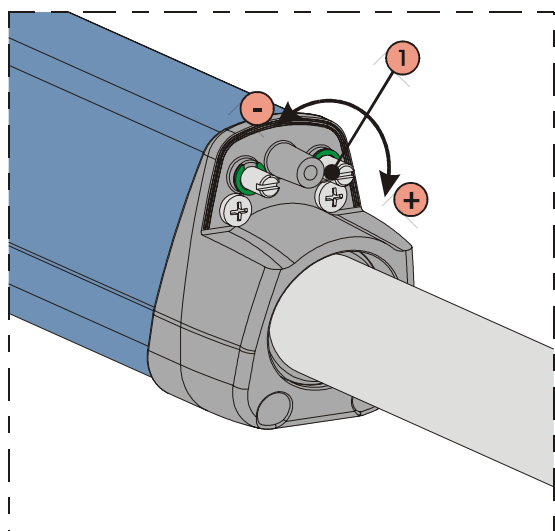

Fig. 20
- 2) Pour régler le fin de course de **fermeture FCC** agir sur la vis de réglage, Fig.20 réf.1, en la tournant en sens horaire pour augmenter la course de la tige et, vice versa, en sens inverse horaire pour la réduire.